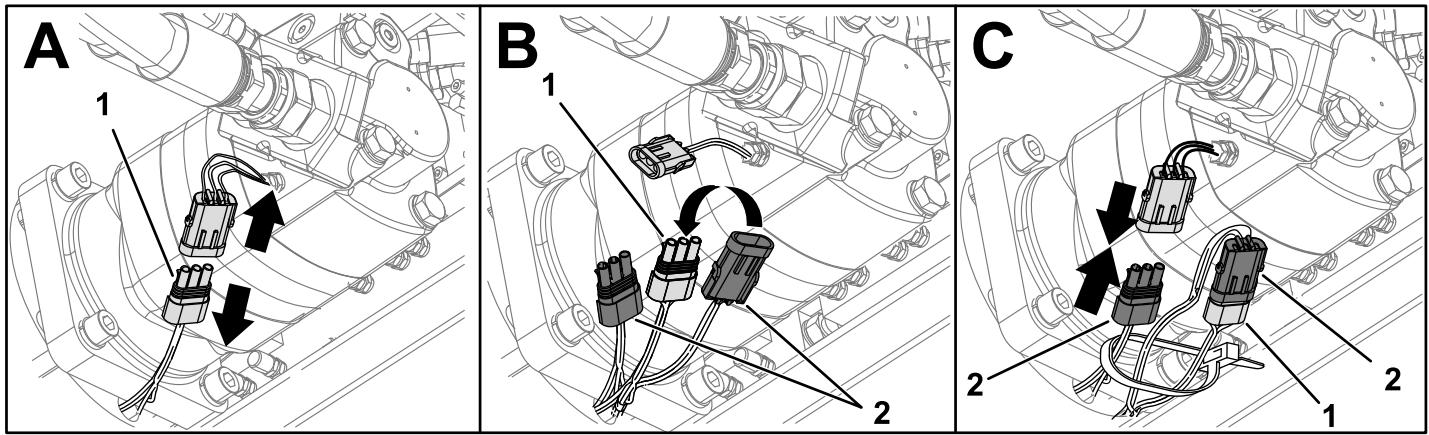

Рисунок 15
1. Отсоедините имеющийся жгут проводов (Вид А на Рисунок 15).
2. Подсоедините имеющийся жгут проводов к новому жгуту проводов (Вид В на Рисунок 15).
3. Подсоедините новый жгут проводов к датчику бурового насоса (Вид С на Рисунок 15).